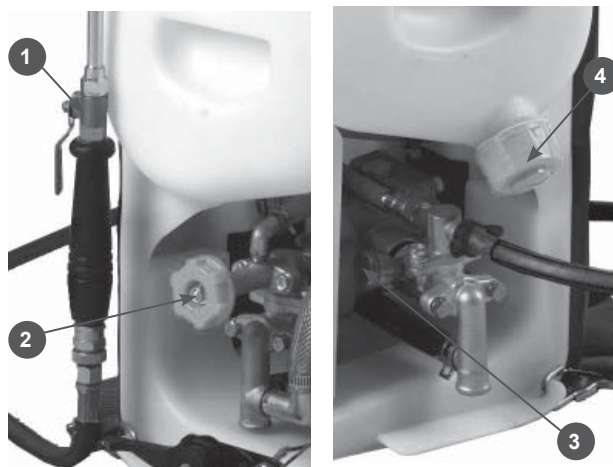

Рис.4
После остановки двигателя закройте кран подачи жидкости(1) Рис.4. Закройте регулятор давления жидкости на насосе(2) Рис.4.
Слейте остатки химикатов из бака и насоса в специальную емкость. Для этого открутите крышку (4) на баке и поверните заглушку (3) на насосе (Рис.4). Закройте крышку и заглушку.